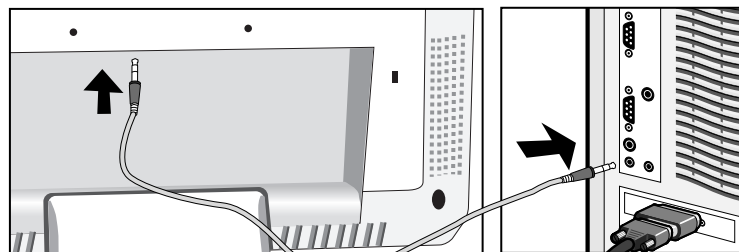

Figure D.1
4. Branchez le câble d'audio aux "AUDIO INPUT" à l'arrière du moniteur et l'autre extrémité à la prise de sortie audio fiche sur l'ordinateur. Branchez le câble d'audio sous l'attache B (**Figure D.1**).